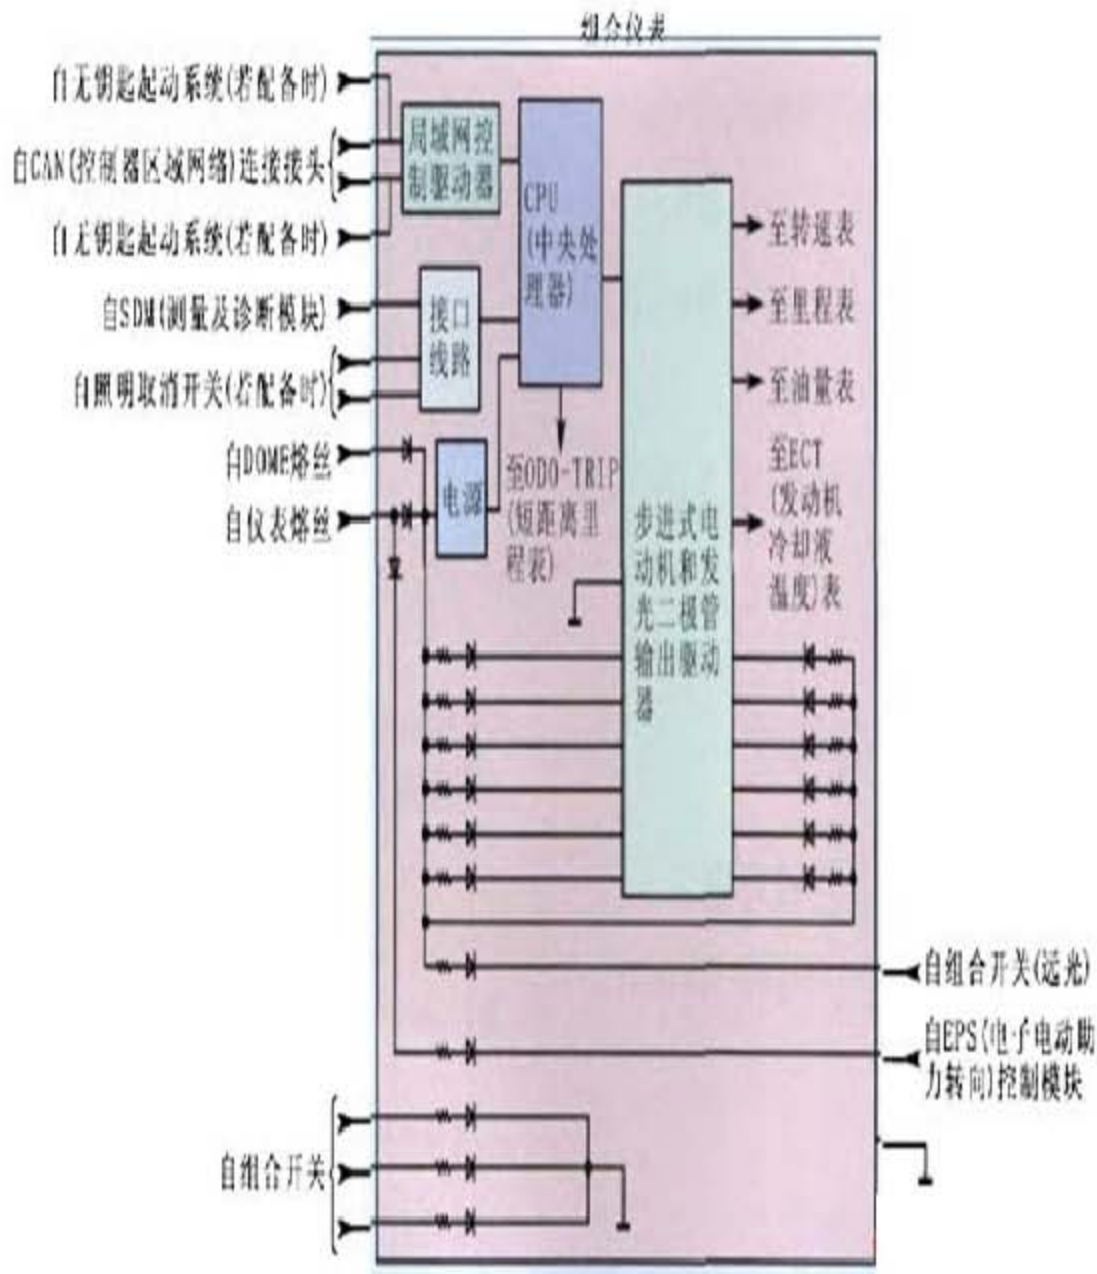

图2 组合仪表线路原理图(部分)
- 1). 根据维修手册组合仪表的线路图(图 2)进行分析，发现组合仪表上的应急转向灯、远光灯、后雾灯、EPS 指示灯，均不受组合仪表步进电动机和发光二极管驱动器（以下简称组合仪表驱动器）的控制，但其他指示灯都受组合仪表驱动器的控制。据此分析，上述故障为受组合仪表驱动器控制的指示灯均不亮，而不受其控制的指示灯均能正常点亮。